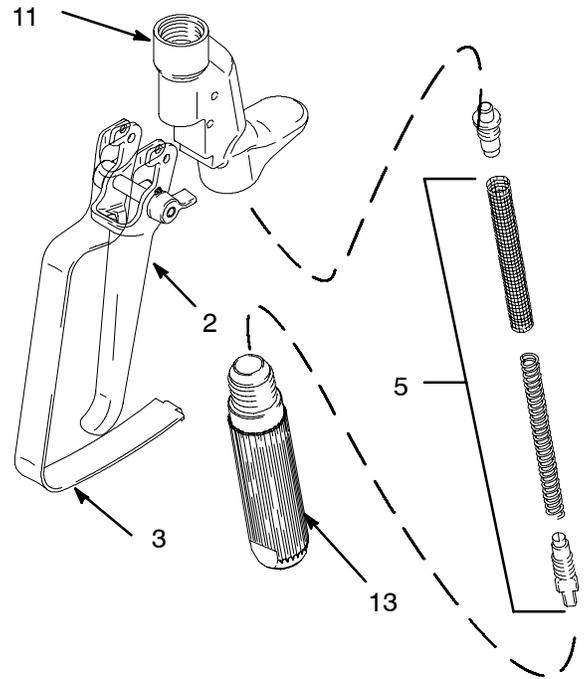

Fig. 6
## Limpeza del filtro (Fig. 6)
3. Retire la protección del gatillo (3). (Fig. 6).
4. Apriete el gatillo con el dedo, ejerciendo una ligera presión. Usando una llave fija de 5/16-pulg., gire la contratuerca (D) en sentido horario hasta que note que el gatillo desciende ligeramente.